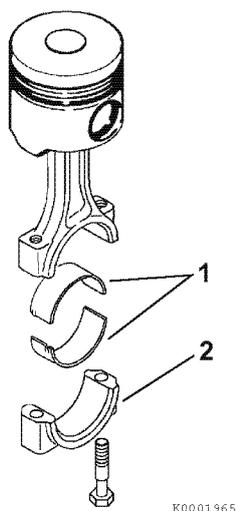

Figure 6-103
4. Réinstallez les inserts de palier (1, **Figure 6-103**) dans la bielle et le chapeau.
6. Appliquez une fine couche d'huile moteur propre sur les boulons des chapeaux de bielle. Réinstallez le chapeau de la bielle (2, **Figure 6-103**). Serrez les boulons de bielle au couple prescrit en deux étapes (1/2 puis couple total). Voir *Tableau de couples spéciaux* à la page 6-15 pour les spécifications.